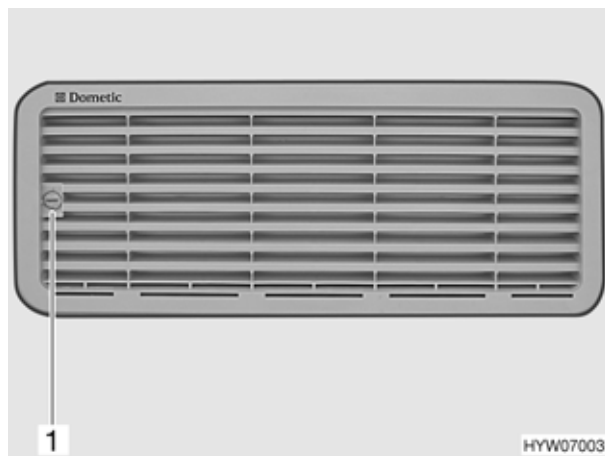

Fig. 88 Griglia di aerazione del frigorifero
- Con l'aiuto di una moneta ruotare la vite (Fig. 88,1) di un quarto di giro.